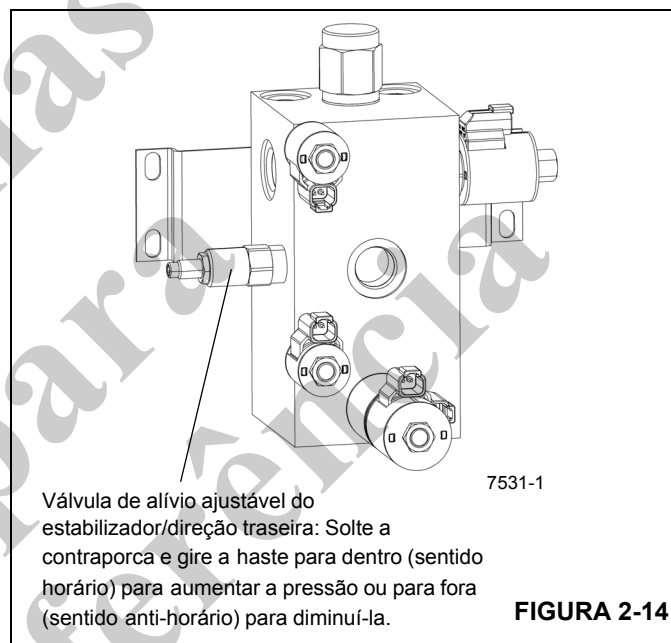

FIGURA 2-14
1. Instale um dispositivo de verificação de pressão de desconexão rápida com medidor no bico de teste na entrada de teste da pressão da válvula do estabilizador/direção traseira Figura 2-14.